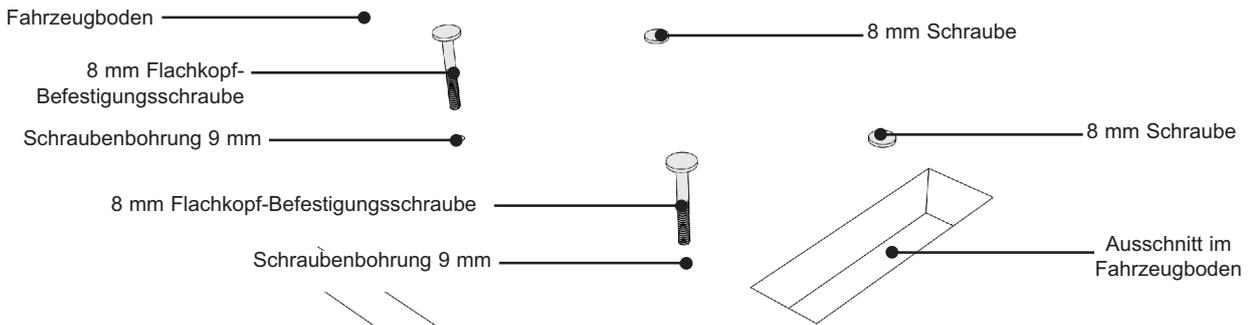

Abb. 10 Montage der Befestigungsschrauben
- i. Stecken Sie von innen 8 mm Flachkopf-Befestigungsschrauben (nicht im Lieferumfang enthalten) durch die 9 mm-Bohrungen im Fahrzeugboden (wie in Abb. 10 dargestellt).